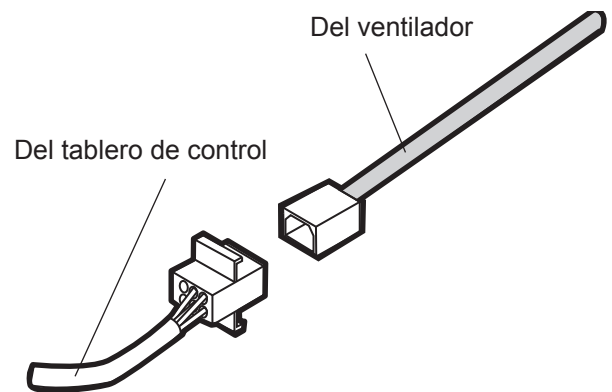

Figura 10: Cableado de la campana con un ventilador integrado
3. Conecte el enchufe de conexión Molex en el conector situado en el interior de la campana, como se muestra en la Figura 10.